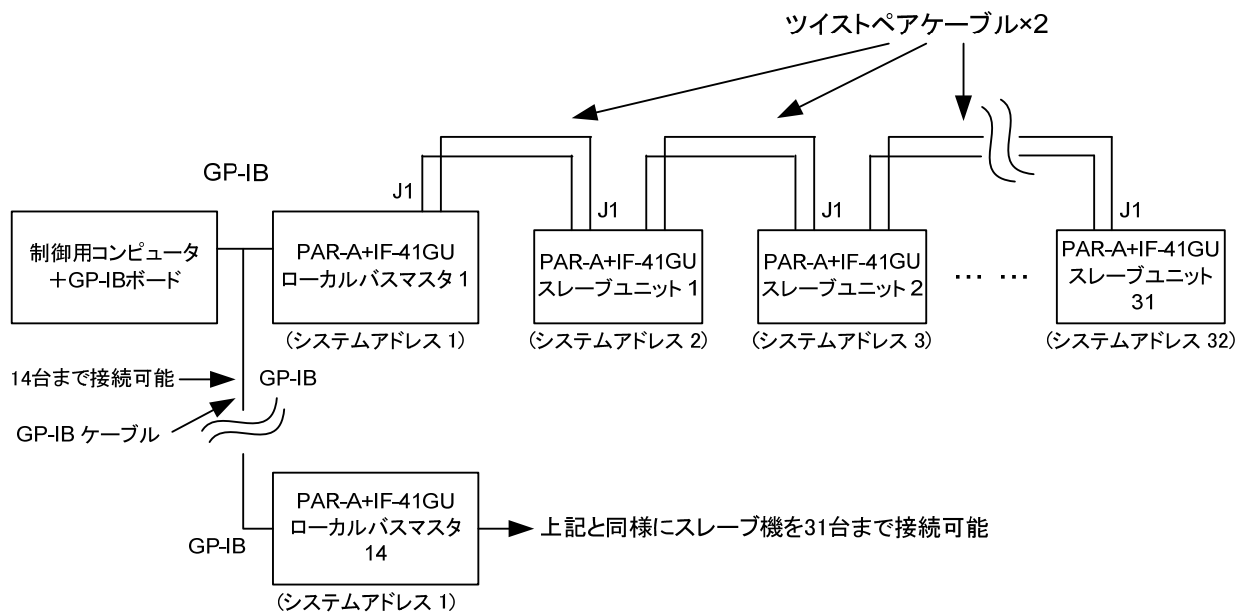

Fig.16 IF-41GUを使用した GP-IB によるコントロール
- ・ GP-IB ケーブルを使って、コンピュータと直接接続可能なローカルバスマスターの台数は 14 台です。コンピュータに直接接続したローカルバスマスターにツイストペア線 2 組を使って、31 台までスレーブ機を接続することが出来ます。Fig.16 に接続図を示します。